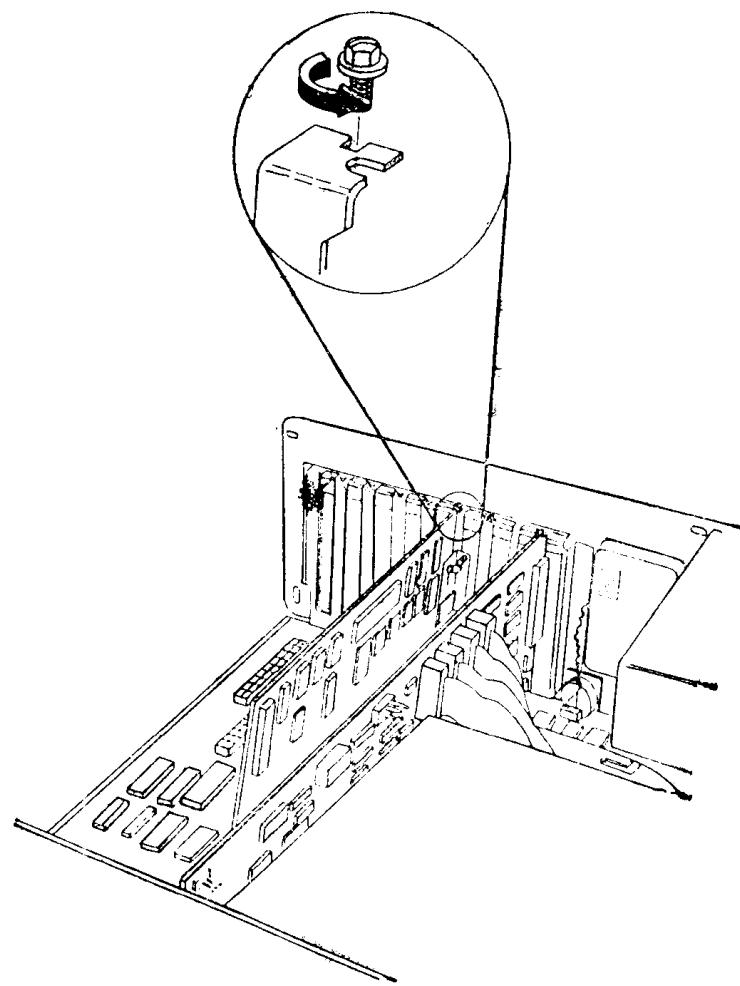

图 3.2-3
2. 取下固定适配器的螺钉，保存好螺钉，为以后再安装此适配器时用。（见图3.2-3）